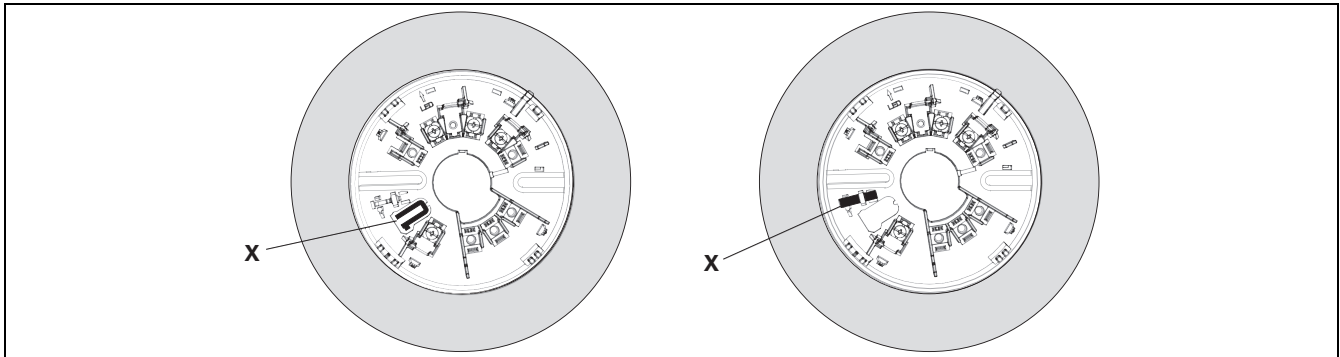

Figura 3.2 Activación del mecanismo de bloqueo
Las bases del detector incluyen una barra de bloqueo extraíble (X) como parte de la moldura de la base, para evitar la extracción intencionada del detector. El mecanismo de bloqueo es seleccionable. Para activarlo, mueva la barra de bloqueo en forma de U (X) hasta llegar a la posición indicada en la *Figura 3.2*.